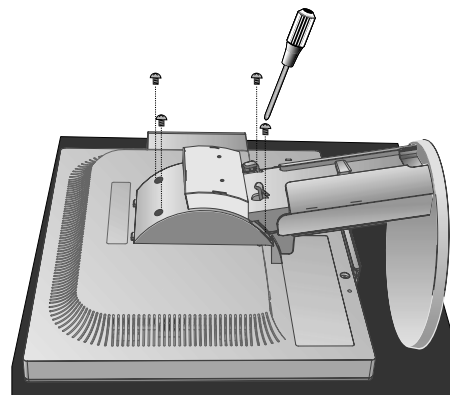

Abbildung S.2
3. Legen Sie den Monitor mit der Vorderseite nach unten auf eine weiche Oberfläche (**Abbildung S.2**).
4. Entfernen Sie die vier Schrauben, mit denen der Fuß am Monitor befestigt ist (**Abbildung S.2**).